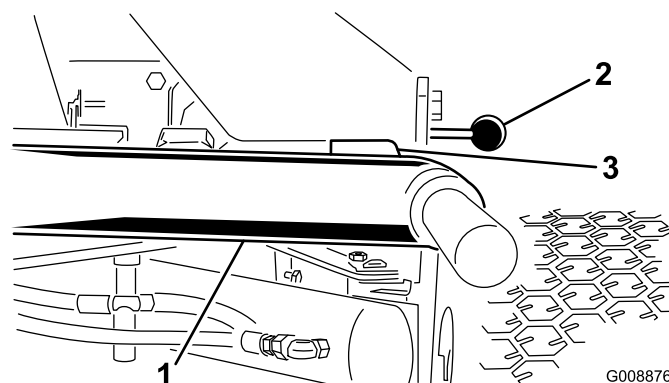

図 25
1. エンジンを始動し、カッティングユニットを上昇させ、各昇降アームとフロア・プレート・ブラケットの間のすきまが 5～8mm になっていることを確認する（図 25）。